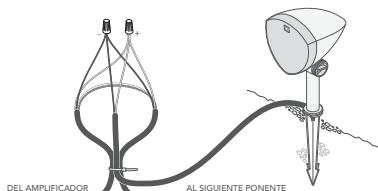

Figura 8
- Corte los dos cables correctos para el altavoz izquierdo o derecho (consulte las tablas a continuación) y pele 3/4 pulgadas de aislamiento en los extremos expuestos de los cables de entierro; a continuación, pele 3/4 pulgadas de aislamiento de los extremos del cable flexible del altavoz correspondiente (ver figura 8).
- Cree un bucle de aproximadamente 10 pulgadas y utilice una brida de alambre para sujetar el bucle de alambre y el cable flexible del altavoz para proporcionar alivio de tensión (ver figura 8).